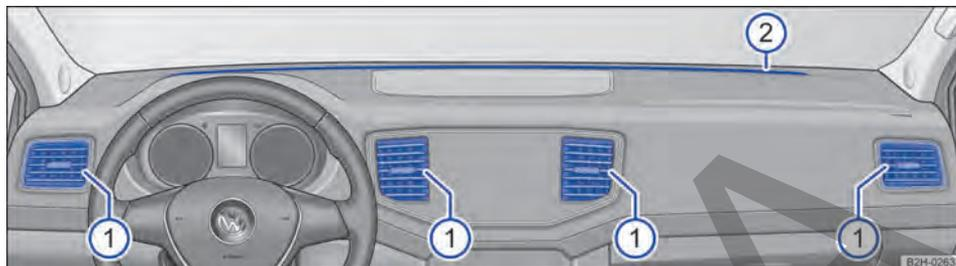

Fig. 87 En el tablero de instrumentos: difusores de aire.
Para conseguir una potencia calorífica, una refrigeración y una ventilación suficientes en el habitáculo, los difusores de aire → Fig. 87 ① deberían permanecer abiertos.
Leyenda de la → Fig. 87: